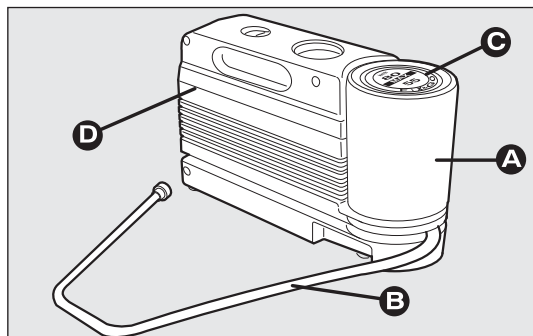

fig. 156
Il kit fig. 156 comprende:
- un compressore D-fig. 156 completo di manometro e raccordi, reperibile nel vano;